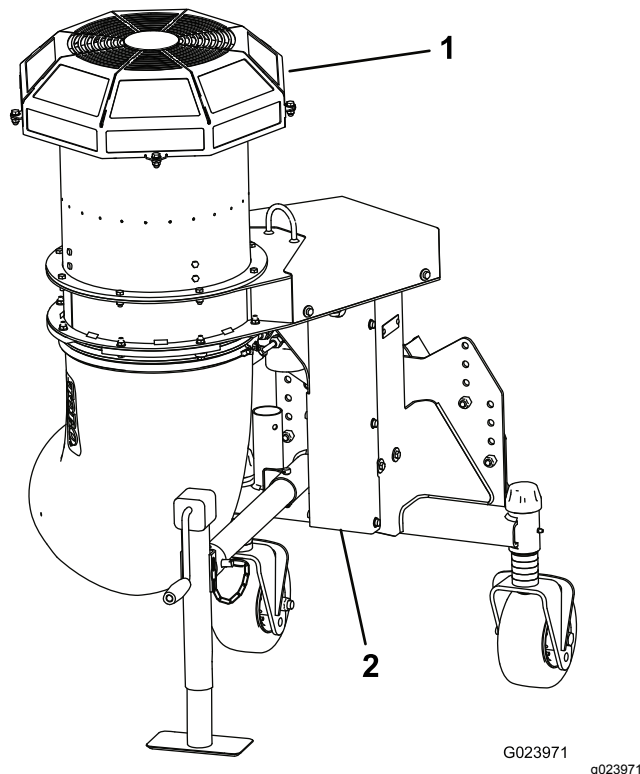

Figura 18
**Importante:** Não opere a máquina sem a proteção da ventoinha e proteção da caixa do motor instaladas (Figura 18).